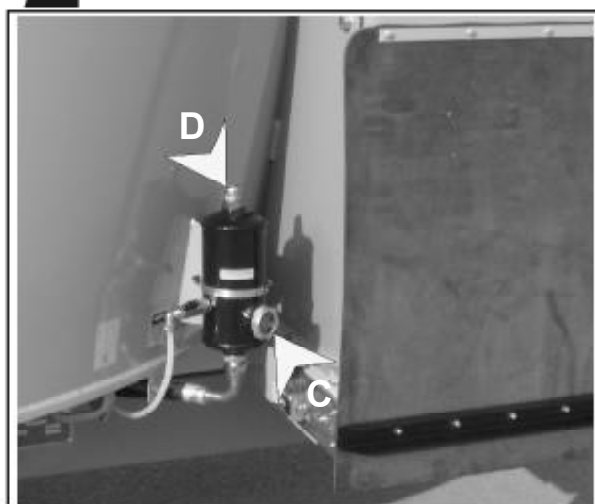

Fig. 7
- Het olieniveau in het transmissie reduceerelement kontroleren (Fig. 7).